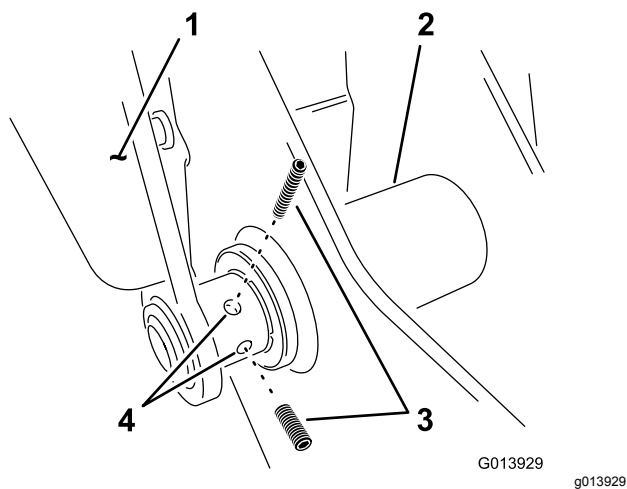

Рисунок 17
9. Установите два установочных винта в левый рычаг в нижней точке шарнира (Рисунок 17).
6. Затяните два установочных винта в левом поворотном рычаге; см. Рисунок 17 раздела Присоединение рычагов люльки к опорной раме \(страница 12\).